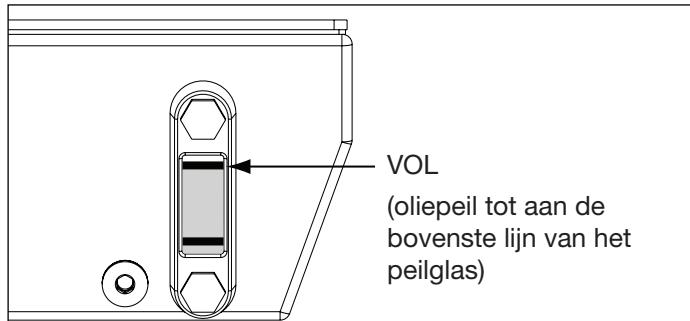

Figuur 1, Reservoir ontluchtingsdop en olievuldop
Zie Figuur 1. Voor de verzending is er een dop (A) in de ontluchtingspoort bovenop het reservoir geïnstalleerd. Voordat u de pomp gebruikt, vervang de transportdop (A) door de ontluchtingsdop (B) van het reservoir en de adapterfitting (C).
Controleer het oliepeil van de pomp vóór het opstarten. Het reservoir is vol wanneer het oliepeil tot aan de bovenste lijn van het kijkglas staat, zoals weergegeven in Figuur 2. Indien nodig, vul olie bij door de olievuldop (D) te verwijderen van de vulbus, zoals weergegeven in Figuur 1. Gebruik Enerpac HF olie (ISO kwaliteit 32).